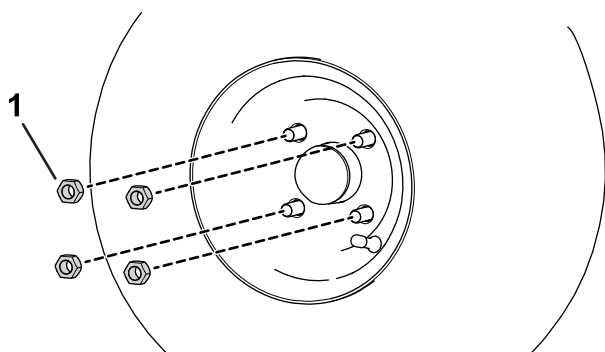

Figura 7
1. Utilize as porcas das rodas previamente removidas para prender a roda ao cubo (Figura 7).